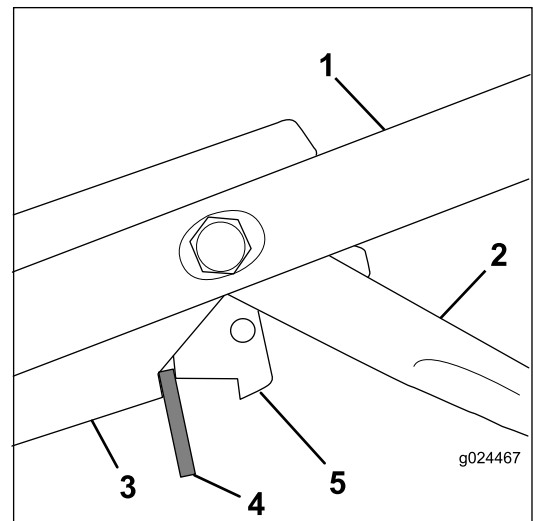

Bild 33
3. Legen Sie ein 8 mm dickes Distanzstück zwischen den Messerbremschaltbügel und die Schaltbügelhalterung am Holm (Bild 33).